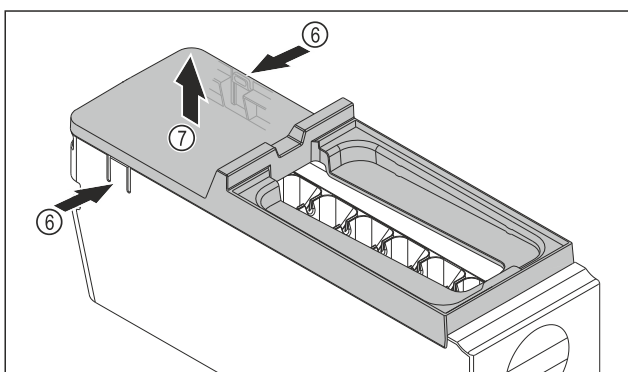

Fig. 113
- ▶ Vyjmutí krytu korpusu EasyTwist-Ice: Lamely Fig. 113 (6) na obou stranách korpusu EasyTwist-Ice stlačte jednou rukou.
- ▶ Kryt Fig. 113 (7) vyjměte druhou rukou nahoru.